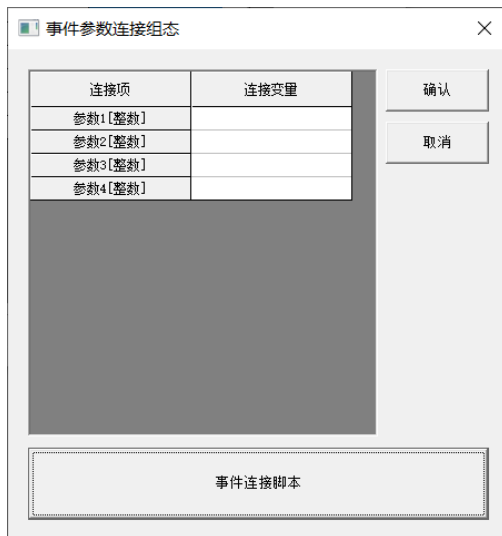

图 3.6-3 MouseDown 事件参数连接组态对话框
- MouseDown-鼠标按下，见图 3.6-3。鼠标按下事件具有四个参数：